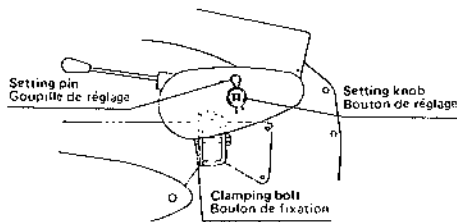

Fig. 6-1
- (1) Appuyer la machine sur sa béquille et déposer le carter de contre-chaîne en retirant la goupille du bouton de réglage et en dévissant le boulon.
- (2) Régler le manchon de roue gabarit à la hauteur intermédiaire.
- (3) Relever au maximum la roue gabarit.
- (4) Déposer les deux boulons de fixation qui maintiennent la fraise sur le crochet du motoculteur, appuyer ensuite sur le guidon et la fraise se détachera d'elle-même. (Fig. 6-1)